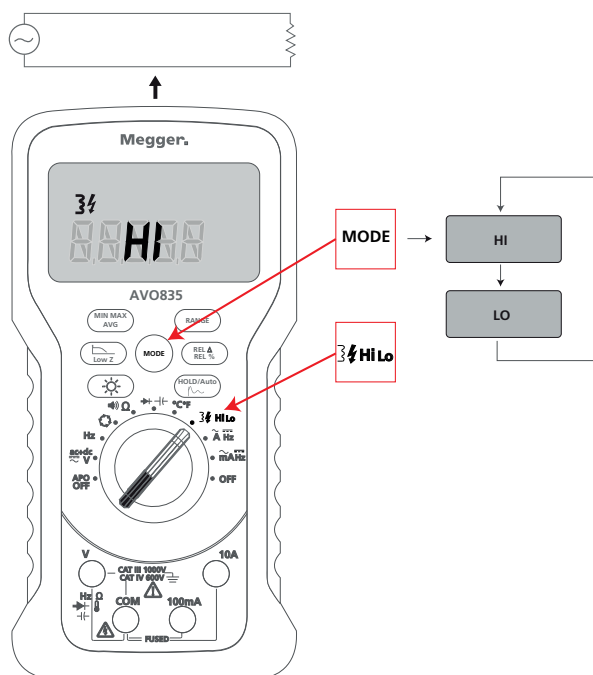

Abb. 11: Einstellen der Wechselspannungserkennung
1. Stellen Sie das Gerät ein, wie in Abb. 11 beschrieben.